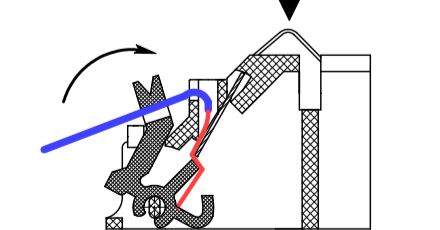

Рисунок 4
- ввести в канал провод и зафиксировать его, поджав кнопку-зажим до упора (рисунок 4);
- проверить надежность соединения, для чего необходимо надавить на изгиб контакта, имитируя нажим извещателем (рисунок 4) и потянуть провод на себя;
- завести провод в паз, расположенный на кнопке-зажиме (рисунок 4).